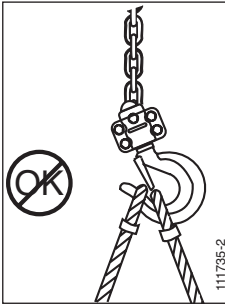

**Afb. 1**
De bravo™-takel is geleverd, uitgerust met een hijsketting (tek. 1, afb. 1) met een standaardhoogte van 1.50 m. De hijsketting van de modellen 0.5 tot 3 t bestaat uit één enkele draad met aan het uiteinde een hijshaak (tek. 2, afb. 1). De hijsketting van het model 6 t bestaat uit 2 draden en een gemoffelde hijshaak (tek. 3, afb. 1).
Het vrije uiteinde van de ketting is uitgerust met een lage eindaanslag (tek. 4, afb. 1).
1. Controleer of de bravo™-takel correct op de ophanghaak opgehangen is (tek. 5, afb. 1) en of de veiligheidspal van de haak (tek. 6, afb. 1) goed gesloten is (zie afb. 2 en 3).
De bravo™-takel wordt bediend met een hefboom (tek. 7, afb. 1), ingeschakeld door de operator door een heen-en-weer beweging om de last te hijsen, te doen dalen, te trekken of op te spannen.